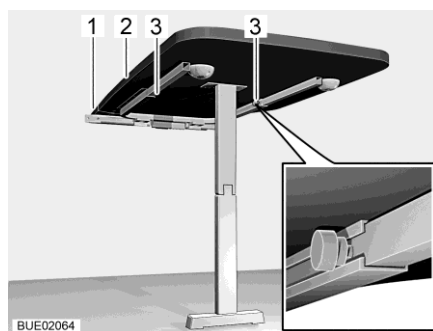

Fig. 135 Table suspendue avec un pied d'appui à joint
- Desserrer deux vis moletées (Fig. 135,3).
- Soulever légèrement le plateau de table (Fig. 135,2) à l'avant et le dégager jusqu'à la butée. La rallonge de table est maintenant complètement sortie.
- Insérer la rallonge du plateau de table (Fig. 135,1) dans la rallonge de table.
- Soulever légèrement le plateau de table (Fig. 135,2) à l'avant et le retirer.
- Retirer la rallonge du plateau de table (Fig. 135,1) et la mettre en sûreté.